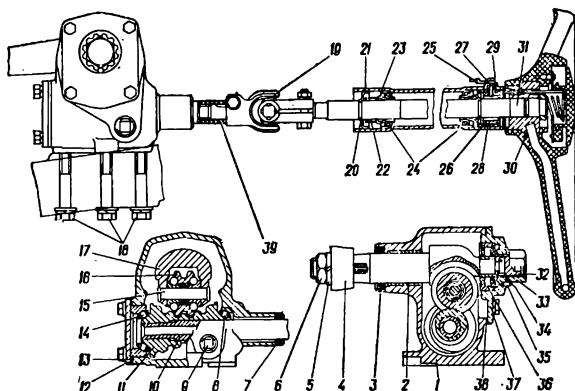

Рис. 90. Рулевой механизм:
Рулевой механизм. Картер 1 (рис. 90) рулевого механизма крепится к левому лонжерону рамы тремя болтами 18 из хромистой стали. Рабочей парой рулевого механизма является гло-
Регулировку затяжки подшипников червяка производите с помощью прокладок 13 (рис. 90), установленных между картером и нижней крышкой картера рулевого механизма, в такой последовательности:
3. Отверните колпачковую гайку и снимите стопорную шайбу 34 (рис. 90) со штифта 35.